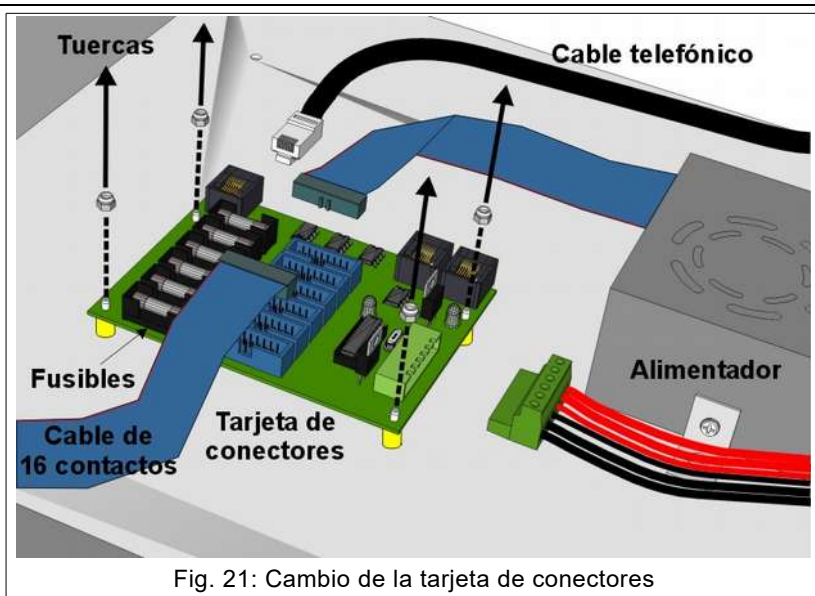

Fig. 21: Cambio de la tarjeta de conectores
- b) conecte la consola directamente al conector de datos serie de la tarjeta de conectores (Fig. 21) con un cable serie que funcione bien y conecte el marcador a la corriente;
- c) Localice la tarjeta de conectores equipada con toma de alimentación (Fig. 18, Fig. 21) dentro del módulo del marcador y busque el fusible al lado del conector donde está enchufado el cable plano de 16 contactos de la tarjeta controladora anterior. Cambie el fusible si presenta roturas, si no cambie la tarjeta de conectores (véase el capítulo 7.4).
2. Localice la tarjeta de conectores (Fig. 18, Fig. 21) y saque todos los conectores anotando su posición.
3. Desatornille las cuatro tuercas de sujeción de la tarjeta de conectores (Fig. 21) con un destornillador de 5,5 mm, sáquela de su alojamiento y monte la tarjeta nueva.